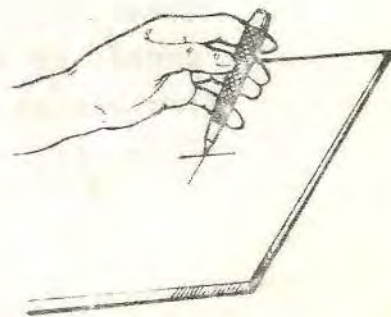

Fig. 2
- a Apoye la punta del granete en el punto determinado, inclinandolo para el frente con el fin de facilitar la localización de la intersección (fig. 2).